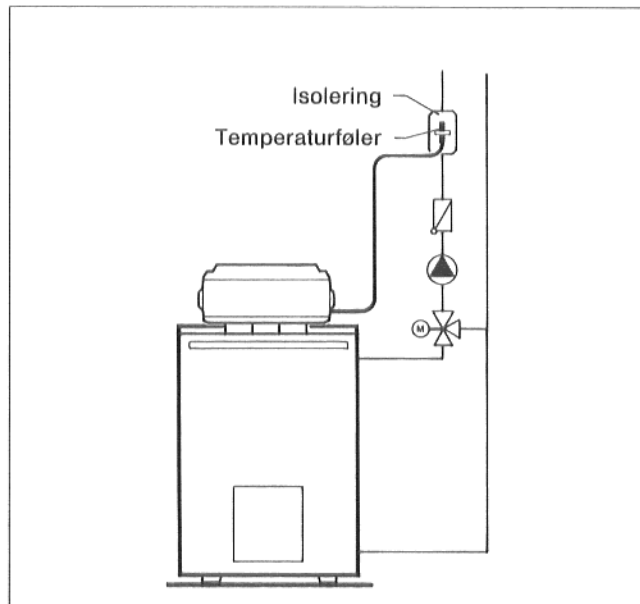

Fig. 1
2. Påspændingstemperaturføleren skal placeres på kedlens fremløbsrør umiddelbart bagved blendeventilen og varmekredspumpen (Fig. 1).